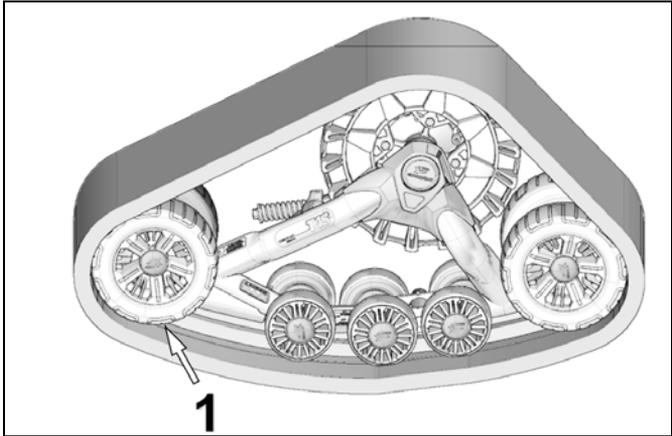

Abbildung 34
- Die 241-mm Laufräder wieder montieren. Siehe Abbildung 34.